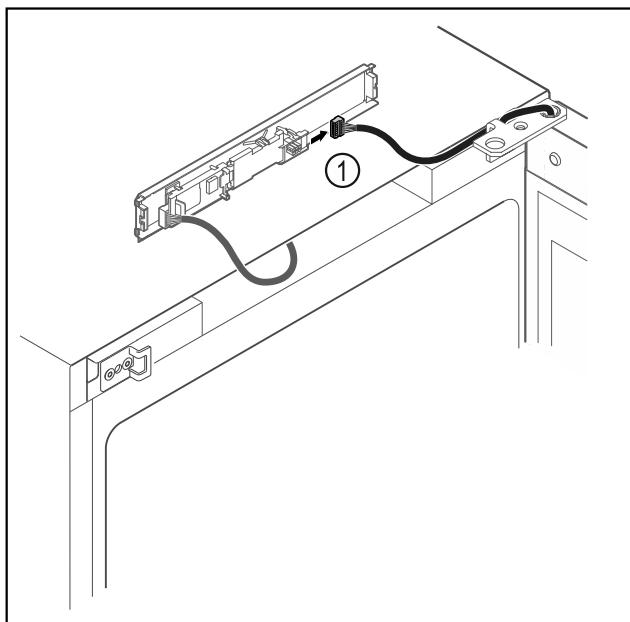

Fig. 20
- ▶ Αποσυνδέστε το φίς Fig. 20 (1) από την πλακέτα.